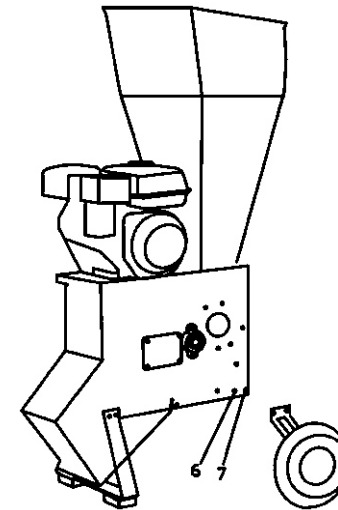

Bild 3
3. Nun montieren Sie die Achsträger, Achse und Reifen an. Siehe Bild 3.